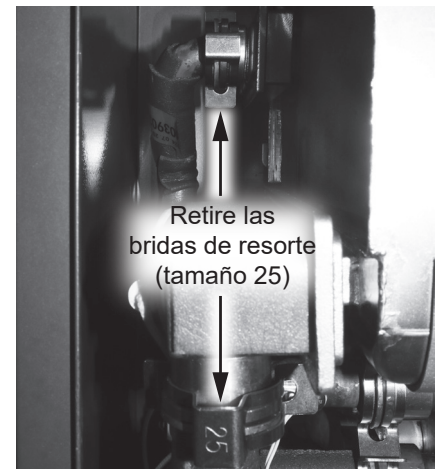

Figura 146 - Desconexión de la tubería de agua del HEX secundario
- 37** Ubique las conexiones de agua de entrada y salida en el HEX secundario. Retire las dos bridas de resorte (tamaño 25) que fijan las conexiones de agua y déjelas a un lado en un lugar seguro para volver a instalarlas. Desconecte las tuberías. Consulte la Figura 146.